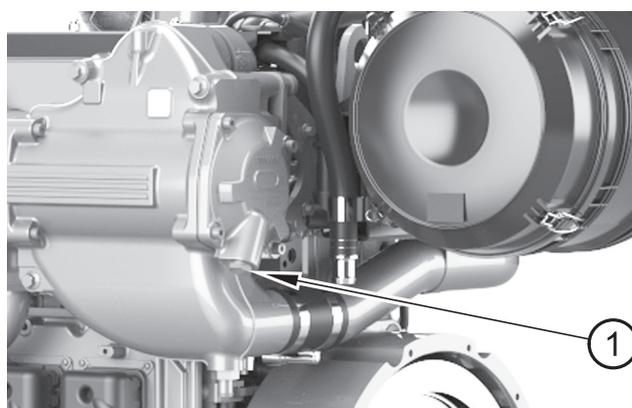

Figura 7
2. Rimuovere il tappo di scarico (figura 7 voce 1) dall'aftercooler. Controllare che il foro di scarico non sia intasato.